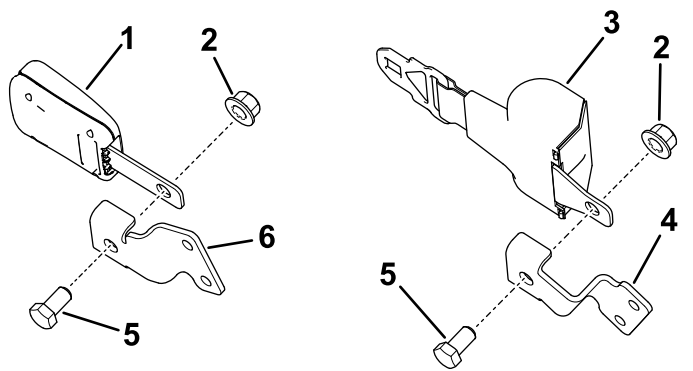

Рисунок 9
1. Установите ремни безопасности, прикрепив замок и язычок к внутренней части кронштейнов ремня безопасности с помощью 2 болтов с шестигранной головкой (1/2 x 1 дюйм) и 2 контргайк (1/2 дюйма), как показано на Рисунок 9.